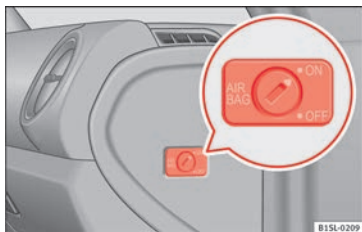

Fig. 75 Sul lato del passeggero: interruttore a chiave per attivare e disattivare l'airbag frontale del passeggero.
- Aiutandosi con la chiave del veicolo, girare l'interruttore della chiave in posizione **ON** » **fig. 75**.